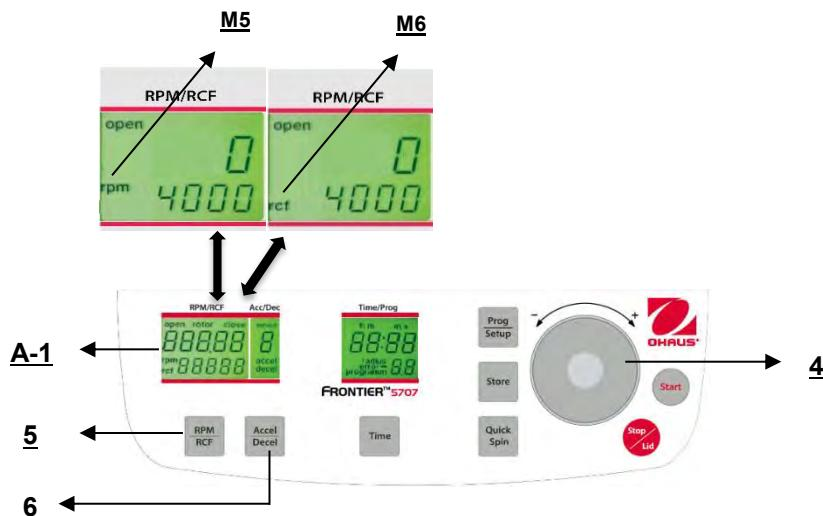

Figure. 16
Cette présélection est activée au moyen de la touche "RPM/CF" (5) (voir la figure 16 ci-dessous). En appuyant sur la touche une fois, le mot "rpm" (M5) clignote. En appuyant sur la touche deux fois, il est possible de présélectionner les forces centrifuges. Le mot clignotant "rcf" (M6) apparaît alors. L'utilisateur peut définir les valeurs désirées avec le cadran de réglage (4). Sur l'affichage (A-1), la valeur régulée est présentée en permanence, avant, pendant et après la centrifugation.